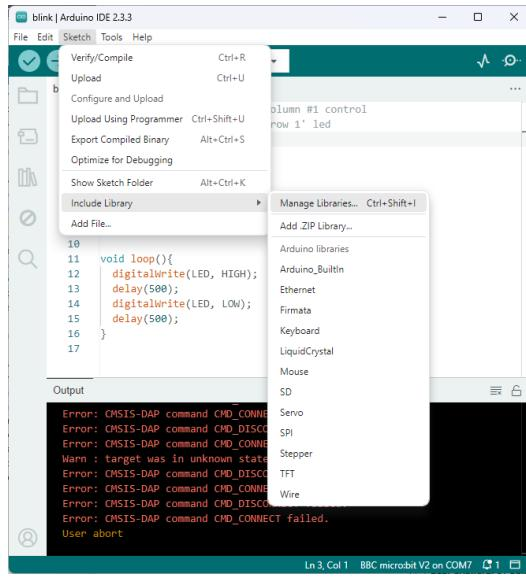

Figure A.10: Installeren van van Library.
1. Ga naar Sketch → include library → Manage Libraries zoals figuur A.10 aangeeft